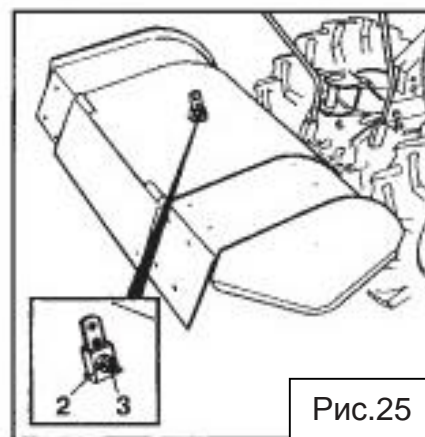

Рис.25
**РЕГУЛИРОВКА КОЖУХА ПО ВЫСОТЕ (Рис.25) (кроме фрезы с быстрым присоединением 70 см)**